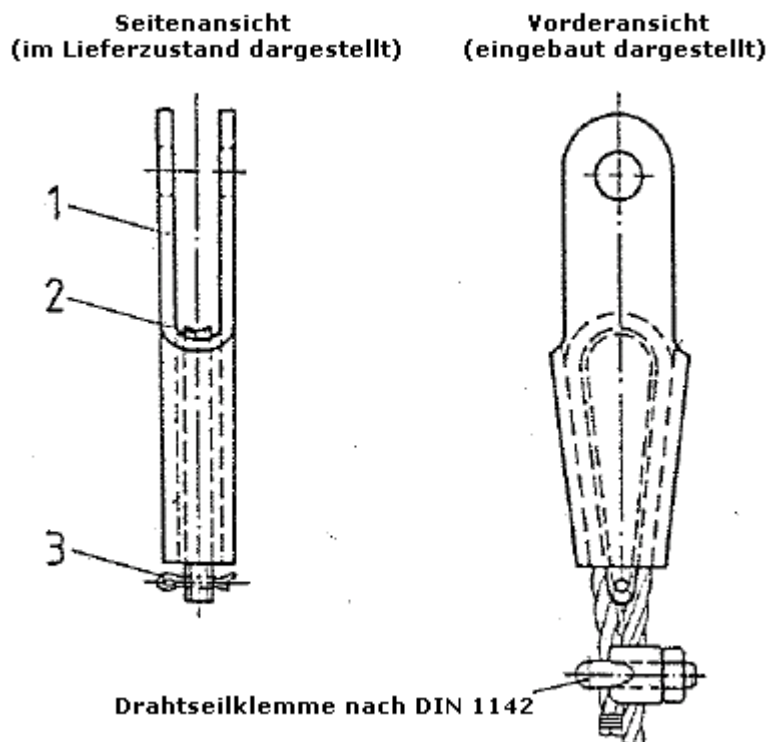

Figur 1 – Innfestingsmetode for den døde enden av tauet
6. Når tilkoblingen er laget, må den utstikkende døde enden av tauet være lang nok til å festes som vist i figur 1.